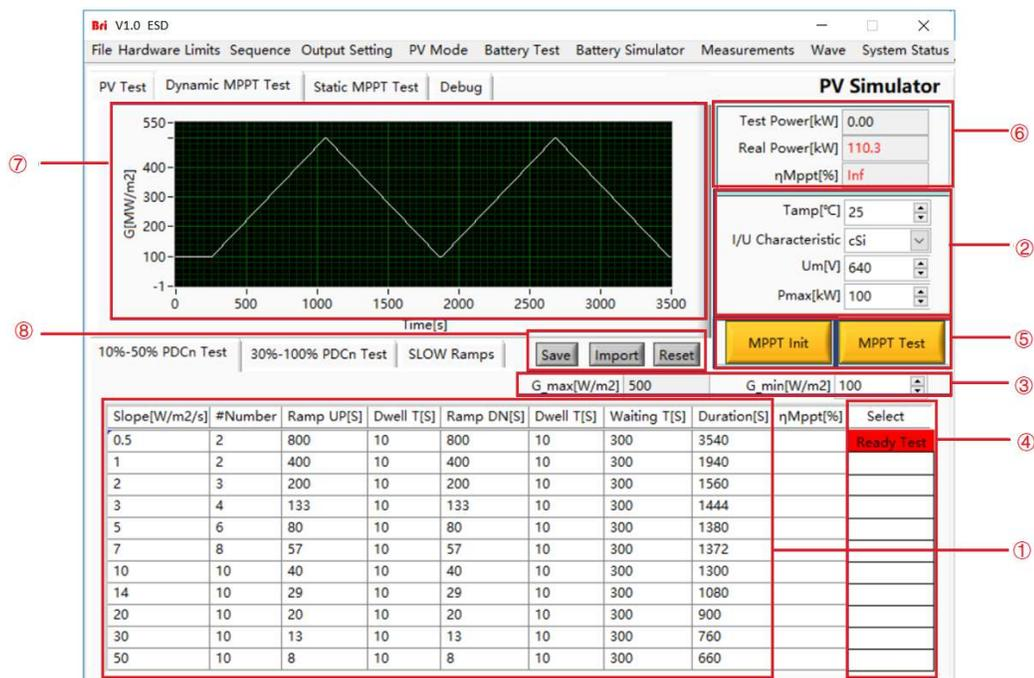

图 5-15 动态 MPPT 测试
测试步骤: 设置温度 (Tamp)，I/U 特性 (晶硅/薄膜方式)，Um, Pmax, 起始辐照度等参数 (图 5-15②③)，点击切换测试行所在状态为红色准备状态 (图 5-15④)，依次点击“初始化按钮”(MPPT Init) → “MPPT 测试按钮” (MPPT Test) (图 5-15⑤)，软件将自动计算并显示测试过程中的实时参数 (图 5-15⑥)，在波形显示区生成模拟曲线 (图 5-15⑦)。开始 MPPT 测试后，将会按照测试进度显示剩余测试时间，并显示相应状态；每执行一行后